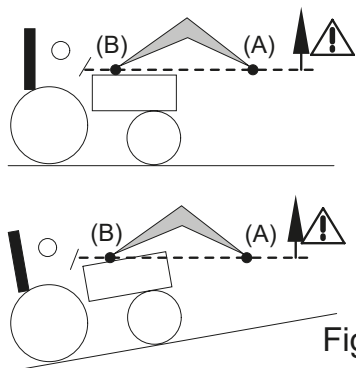

Fig. 2
- Durante le operazioni di sollevamento e spostamento, fare attenzione al carico dal momento in cui il punto di rotazione dell'attrezzo (A) supera il punto di articolazione orizzontale del caricatore (B) [vedere fig. 2]. Se necessario, regolare la posizione dell'attrezzo in modo che il carico non venga mai rivolto verso il conducente [vedere fig. 3].
⚠ PERICOLO: Se il carico non è fissato correttamente, l'operatore è esposto al pericolo di caduta del carico quando il punto di rotazione dell'attrezzo (A) supera l'orizzontale del punto di rotazione del caricatore (B) [vedere fig. 2].
⚠ PERICOLO: È vietato richiamare il caricatore quando il punto di rotazione dell'attrezzo (A) supera l'orizzontale del punto di rotazione del caricatore (B) [vedere fig. 2].